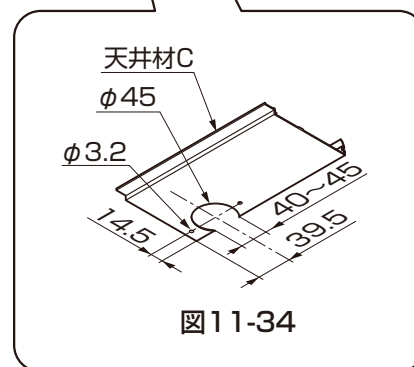

図11-34
- ②アタッチメントパッキンを雨樋アタッチメントに貼付けて樋に【6-1】で取付けてください。
③天井材Cの堅樋がつく位置を確定し、切欠きを現場加工してください。(図11-34参照)
④天井材を取付けてください。